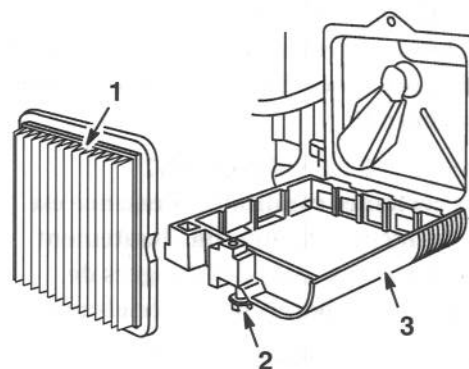

Figure 16
2. Retirer la vis de fixation du filtre à air sur le moteur. Soulever le couvercle du filtre à air et le nettoyer soigneusement (Fig. 16).